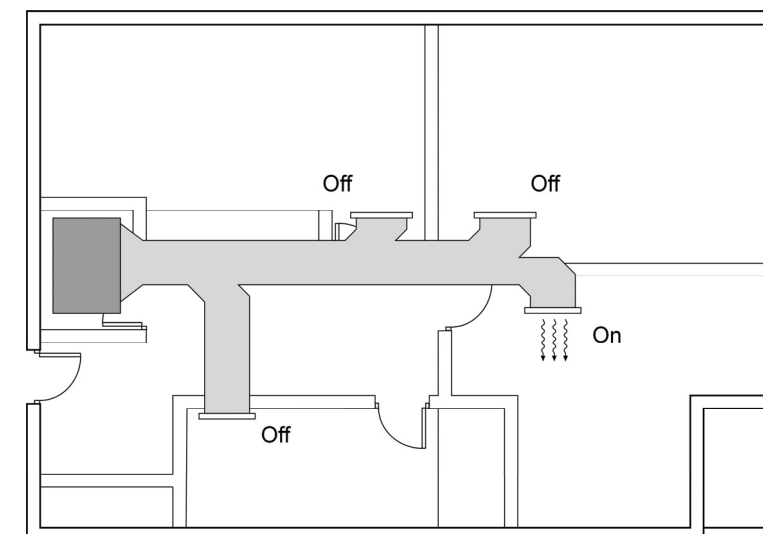

Fig. 7
- 3) Una vez realizado el ajuste anterior, ponga todas las zonas en Off y zona por zona vaya ajustando el deflector para conseguir una velocidad de impulsión comprendida en el rango de 2'0 m/s y 4'2 m/s. consulte el documento "Ajuste del Deflector" que se adjunta al Manual de Instalación del Sistema Airzone (Ver Fig. 7).
- 4) See "Deflector Manual" that is supplied with Airzone System (Ver Fig. 7).
- 4) Eteindre toutes les zones et, zone par zone, ajuster le déflecteur afin d'obtenir une vitesse de soufflage comprise entre 2,0 et 4,2 m/s. Consulter le document « Réglage du déflecteur » joint au manuel d'installation du système de zones (voir Fig. 7).
- 4) Una volta realizzate le equilibrature al punto precedente, mettere tutte le zone in OFF, e attivando zona per zona si aggiusti l'equalizzatore di flusso per ottenere una velocità di uscita dai terminali compresa tra i 2,0 e i 3,0 m/s. Consultare il documento settaggio dell'equalizzatore nel manuale di installazione del sistema Airzone (Vedere Fig. 7).